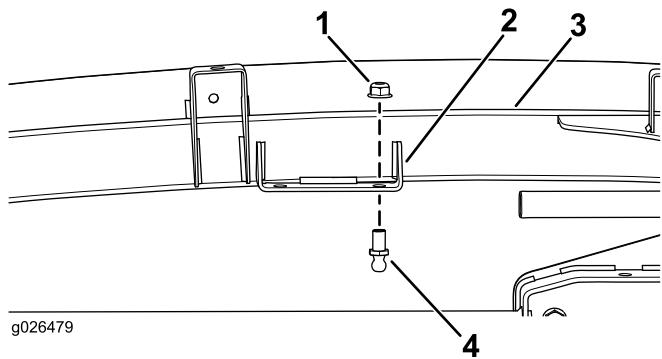

Рисунок 1
- Вставьте шаровой палец в заднее отверстие кронштейна рамы кабины и установите контргайку (5/16 дюйма) на шаровой палец (Рисунок 1).